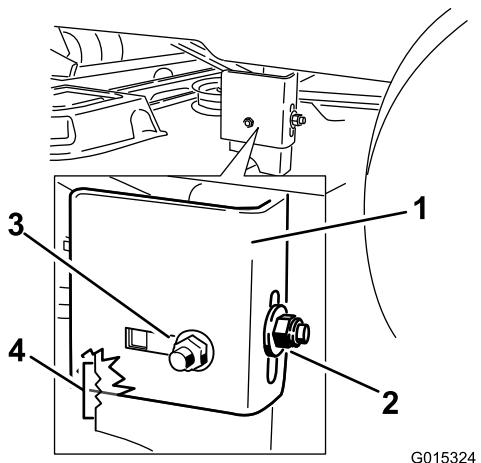

Figura 50
9. Afloje la tuerca de bloqueo trasera de la placa de suspensión (Figura 50).
10. Afloje la tuerca de bloqueo lateral de la barra de soporte lo suficiente para permitir ajustar la barra (Figura 50).
13. Cuando la plataforma esté en la posición deseada, apriete la tuerca de bloqueo lateral de la barra de soporte para fijar la posición nueva (Figura 50).